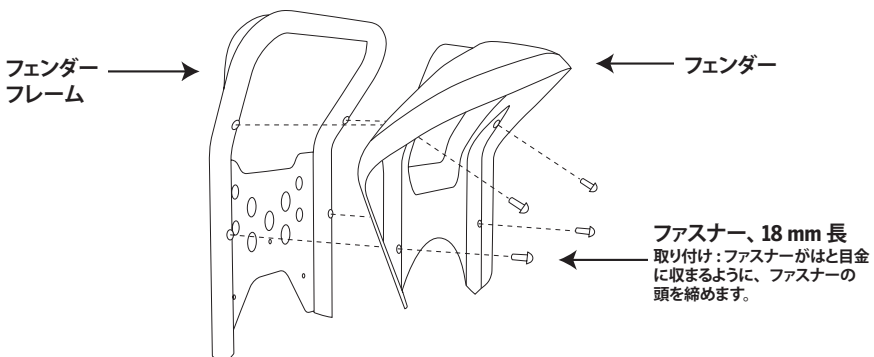

図 2. フェンダーとフレーム アセンブリの取り外しと取り付け
4. フェンダーをフェンダーフレームから外すには、4mm 六角レンチを使って、(4)本の18 mm ファスナーを外します。図2を参照してください。